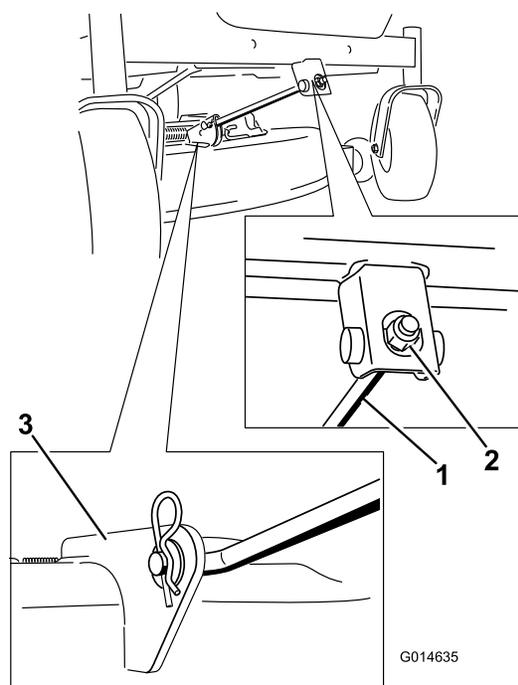

Figure 60
4. Retirez la goupille fendue de la tige de support avant et déposez la tige du support de tablier (Figure 60). Abaissez doucement l'avant du tablier de coupe au sol.
- Fixez la tige de support avant au tablier de coupe à l'aide de l'axe de chape et de la goupille fendue (Figure 60).